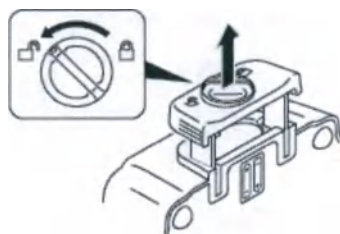

Рисунок 68 — Доступ к батареям педали
1. Поверните ручку дверцы батарейного отсека, чтобы разблокировать и открыть ее (рисунок 68).